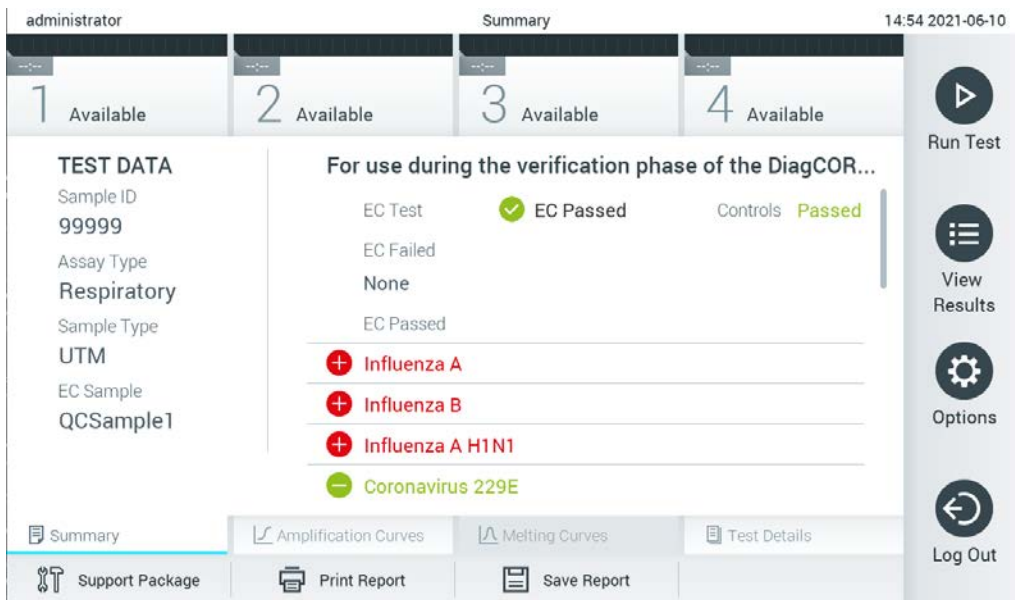

Figura 96. Ecrã Summary (Resumo) de resultados do EC.
12. Depois da ejeção do cartucho de ensaio QIAstat-Dx, é apresentado o ecrã Summary (Resumo) de resultados (Figura 96). Consulte a Secção 8.3 para mais detalhes.